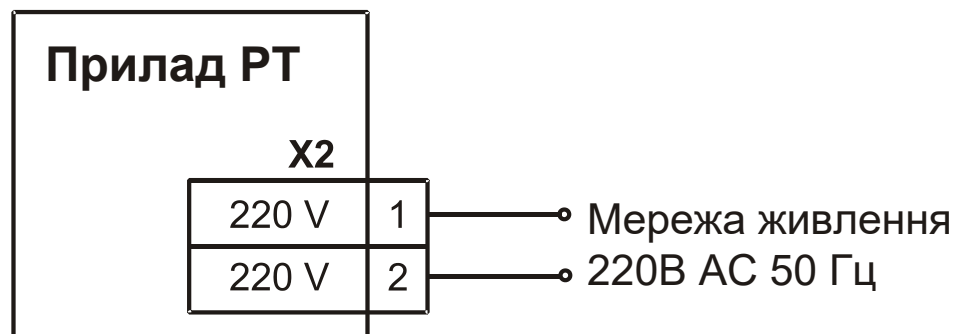

Рисунок 9.3 – Підключення мережі живлення до приладу
9.3 Підключення мережі живлення до приладу (рис. 9.3).